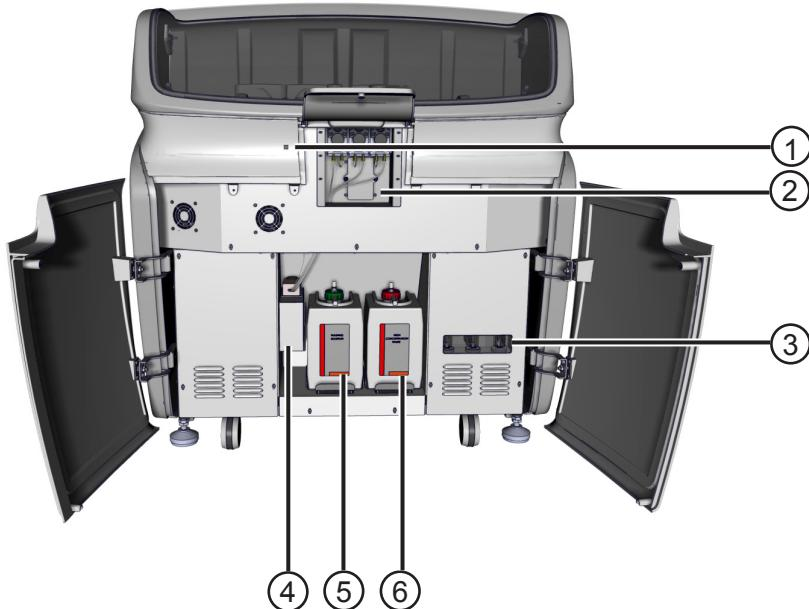

Ilustración 3 Componentes interiores
Abra las dos puertas frontales y en su interior localizará dos botellas. La botella derecha es la de residuos de alta contaminación (6) y la botella de la izquierda es la de solución de lavado (7). Ver Ilustración 3.